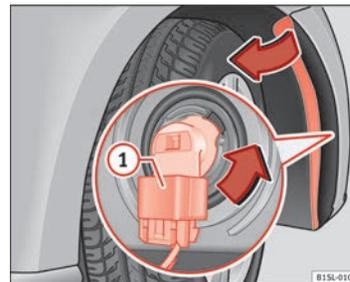

Abb. 147 Glühlampe im Scheinwerfer auswechseln.
5. Anschlussstecker \Rightarrow Abb. 147 ① entriegeln und abziehen.
6. Lampenhalter \Rightarrow Abb. 147 in Pfeilrichtung bis zum Anschlag **entgegen dem Uhrzeigersinn** drehen und mit der Glühlampe nach hinten herausziehen.
9. Anschlussstecker \Rightarrow Abb. 147 ① auf den Lampenhalter stecken. Der Anschlussstecker muss hörbar einrasten.